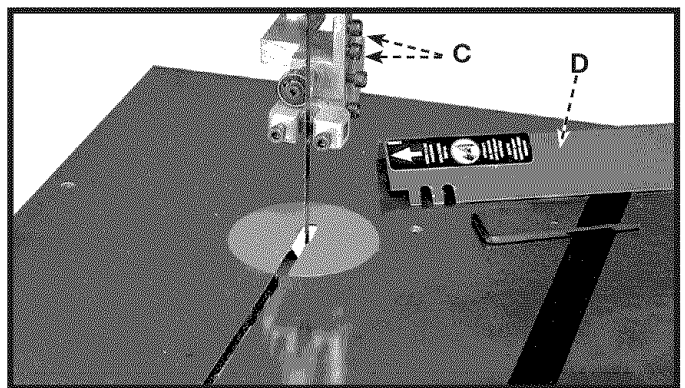

Fig. 36
2. Afloje los dos tornillos (C) Fig. 36 y quite el protector de hoja (D).